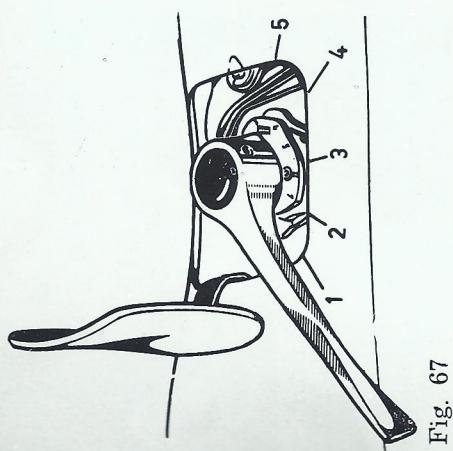

Fig. 67
- colocar en la máquina el grupo de discos o «cames» (fig. 67),
- con la aguja en alto, llevar la manilla a la posición 1 (manilla completamente a la izquierda, fig. 67),